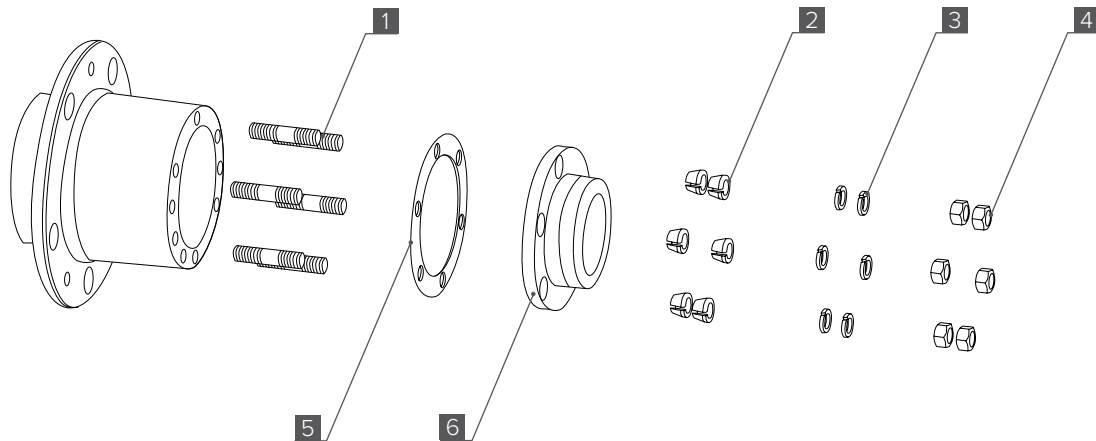

Рис. 2
2. Нанесите на резьбовую часть шпилек [1] неразъёмный фиксатор резьбы и закрутите шпильки в отверстия ступицы, как показано на схеме установки (**Рис. 2**).